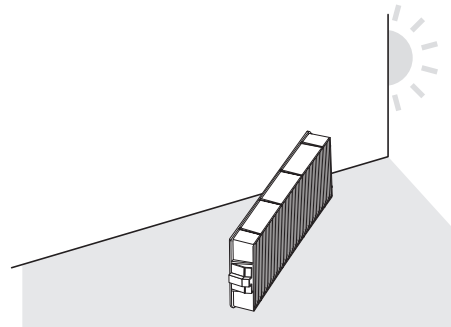

Fig. 2
**2) Asciugare l'unità filtro aria. (Fig. 2)**